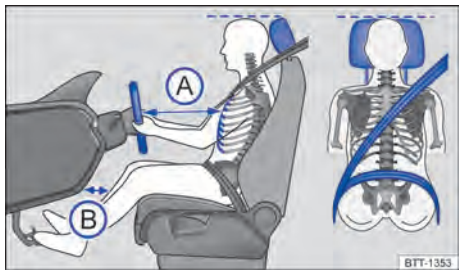

Fig. 49 Distância correta do condutor em relação ao volante, posição correta do cadarço do cinto de segurança e ajuste correto do apoio para cabeça.
- Ajustar o volante de modo que a distância entre o volante e o tórax tenha no mínimo 25 cm → Fig. 49 (A) e que o condutor possa segurar o volante pela borda externa com as duas mãos com os braços ligeiramente flexionados.
- Ajustar o banco do condutor na direção longitudinal de modo que os pedais possam ser acionados com as pernas ligeiramente arqueadas e a distância até o painel de instrumentos na área do Joelho seja de, no mínimo, 10 cm → Fig. 49 (B).
- Ajustar o apoio para cabeça de modo que a sua borda superior se encontre preferencialmente na mesma linha da parte superior da cabeça – porém não abaixo da altura dos olhos. Posicionar a parte posterior da cabeça o mais perto possível do apoio para cabeça → Fig. 49.